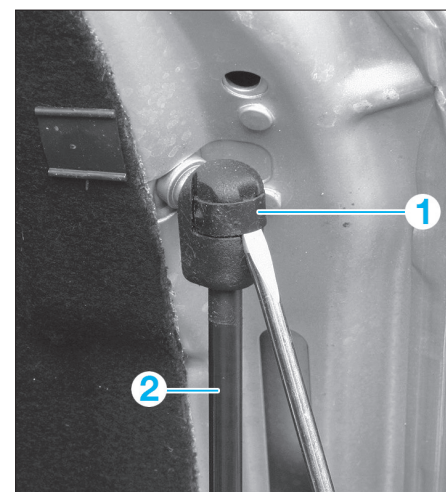

FIG. 14
- À l'aide d'un deuxième opérateur, déposer le ressort de maintien (1) de la tige (2) du vérin (fig. 14).